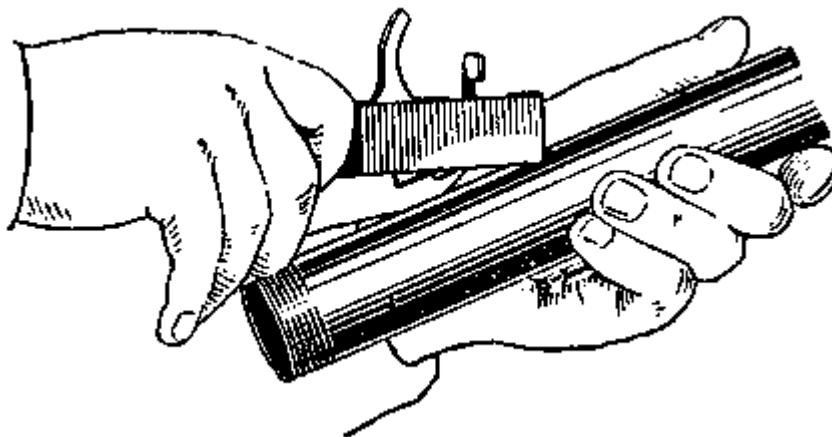

Рис. 4. Отделение спусковой коробки
**3. Отделить спусковую коробку** от короба, для чего выбить выколоткой штифт спусковой коробки около заднего нарезного отверстия спусковой коробки и, придерживая левой рукой короб, правой рукой поднять спусковую коробку и отделить ее от короба (рис. 4).